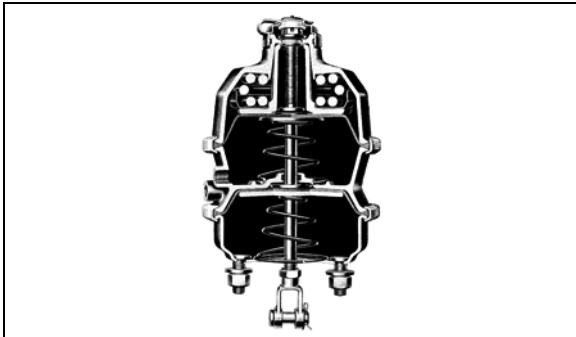
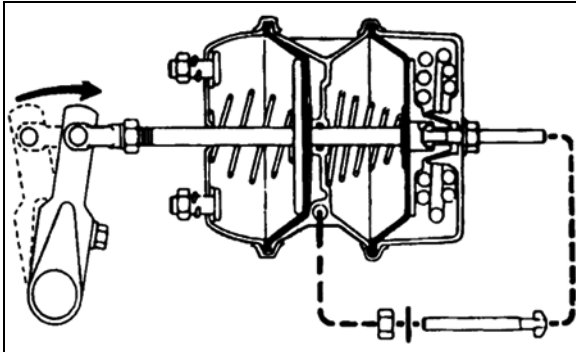

Figure 20
Figure 21
3. Determine si la cámara tiene una herramienta para soltar frenos interna (Figure 20) o externa (Figure 21). Continúe al paso 4 con una herramienta de montaje externo. Siga al paso 8 para los tipos internos.